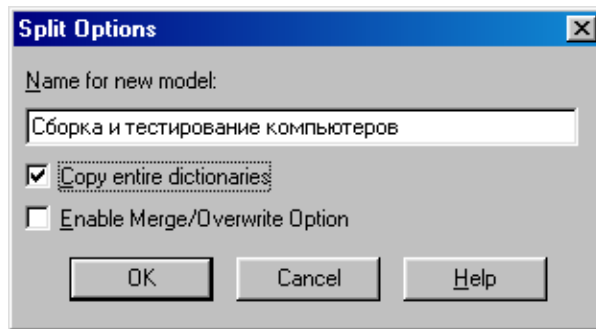
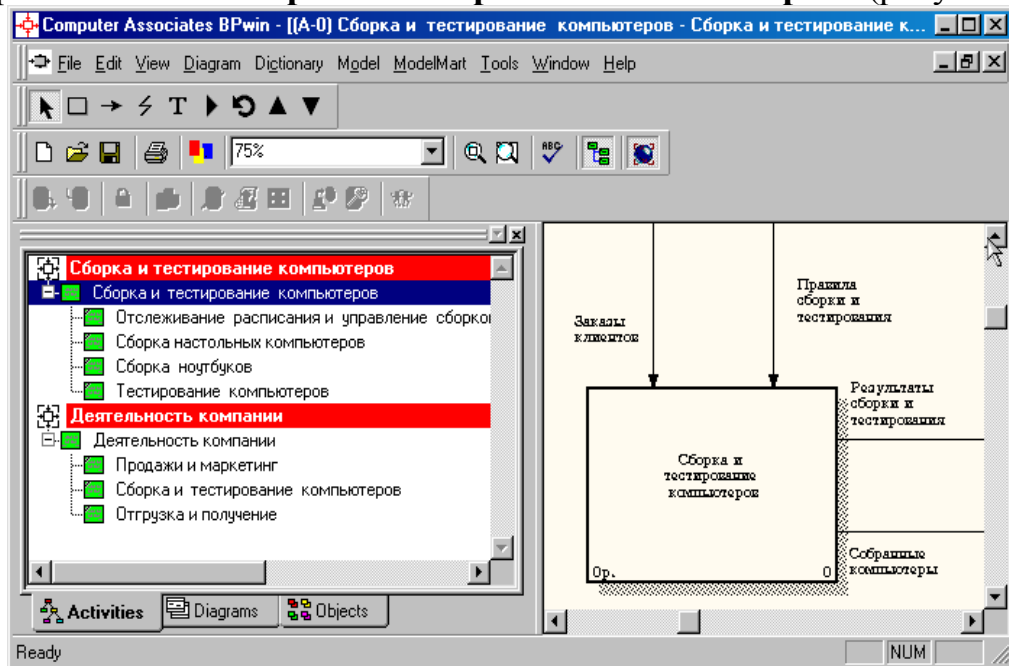

Рисунок 1.38 – Диалоговое окно **Split Option**
Рисунок 1.39 – Вид окна **Model Explorer**
2. В диалоге **Split Option** (Опции разделения) внесите имя новой модели «Сборка и тестирование компьютеров», установите опции и щелкните по кнопке **OK** (рисунок 1.38).
3. Посмотрите на результат: в **Model Explorer** появилась новая модель (рисунок 1.38), а на диаграмме A0 модели «**Деятельность компании**» появилась стрелка вызова «**Сборка и тестирование компьютеров**» (рисунок 1.39).